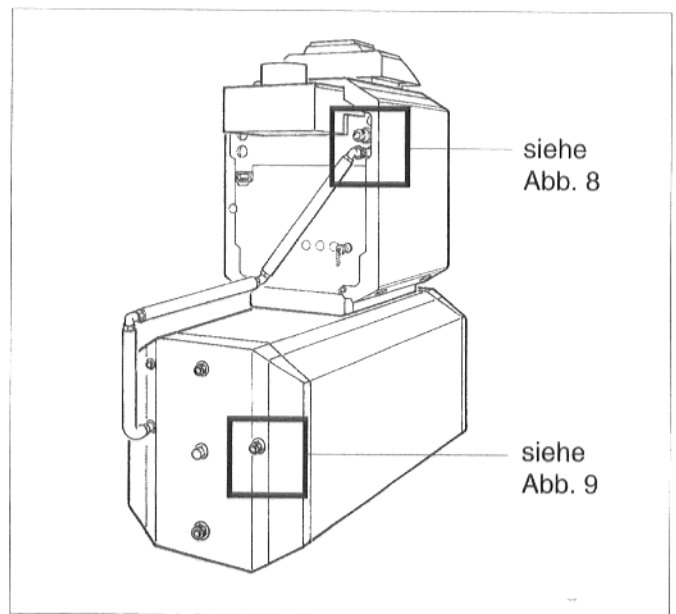

Abb. 7: Rückansicht, Rücklaufverbindung montiert
- Flachdichtung in die Überwurfmutter des zweiten Winkels einlegen und Winkel am Anschlußrohr für den Speichervorlauf am Kessel festschrauben (Abb. 7 und 8).
- Flachdichtung in die Überwurfmutter des zweiten kurzen geraden Rohres einlegen und Rohr senkrecht am Winkel anschrauben (Abb. 7 und 8).
- Flachdichtung auf den dritten Winkel mit Außengewinde legen und Winkel am Rohr festschrauben (Abb. 7 und 8).
- Flachdichtung in die Überwurfmutter des langen gebogenen Rohres einlegen und Rohr waagrecht am Winkel anschrauben (Abb. 7 und 8).
- Flachdichtung in die Überwurfmutter des Rückschlagventils einlegen und Rückschlagventil am Speichervorlauf anschrauben (Abb. 7 und 9).
- Flachdichtung für die Pumpe ( $\varnothing 44 \times 28 \times 2$ ) in die obere Überwurfmutter des Rückschlagventils einlegen und Speicherladepumpe mit der Fließrichtung nach unten am Rückschlagventil festschrauben (Abb. 7 und 9).
- Die zweite Flachdichtung für die Pumpe ( $\varnothing 44 \times 28 \times 2$ ) in die Überwurfmutter des langen gebogenen Rohres einlegen und Rohr am Saugstutzen der Speicherladepumpe festschrauben (Abb. 7 und 9).